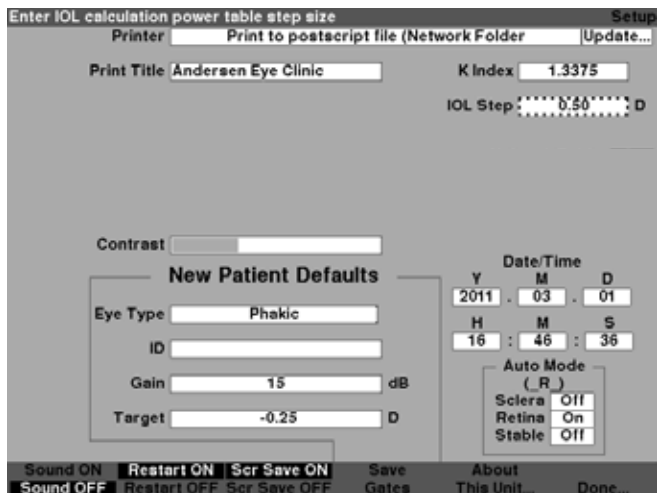

Figura 5-61 Campo IOL Step (Incremento de LIO) activado
- Presione el control giratorio o el botón $\sqrt{\quad}$ para activar el campo, indicado con un borde punteado, como se muestra en la Figura 5-61.